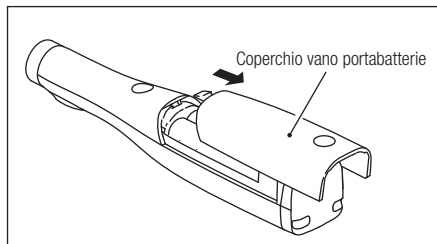

Fig. 15
- 4) Rimuovere il coperchio del vano portabatterie facendolo scorrere nel verso del terminale di carica. (Fig.15)